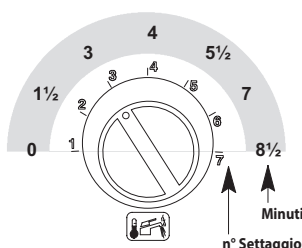

Figura 4.18
Per visualizzare il settaggio impostato tenere premuto il pulsante di ripristino 4 in Figura 3.1 per circa 5 secondi. Le spie di segnalazione 1 in Figura 3.1 lampeggeranno un numero di volte pari al settaggio (Figura 4.18).
• Per cambiare il settaggio ruotare la manopola regolazione temperatura sanitari 2 in Figura 3.1 e posizionarla sul tempo prescelto Figura 4.18 (nella figura es. manopola settata per frequenza di riaccensione di tre minuti), la lampada di segnalazione blocco 5 in Figura 3.1 lampeggia velocemente.